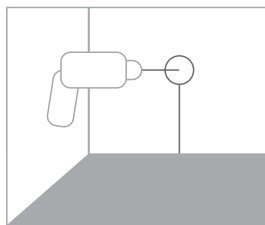

Рис.1
1. Определите и подготовьте место для установки терморегулятора и датчика температуры (Рис.1).